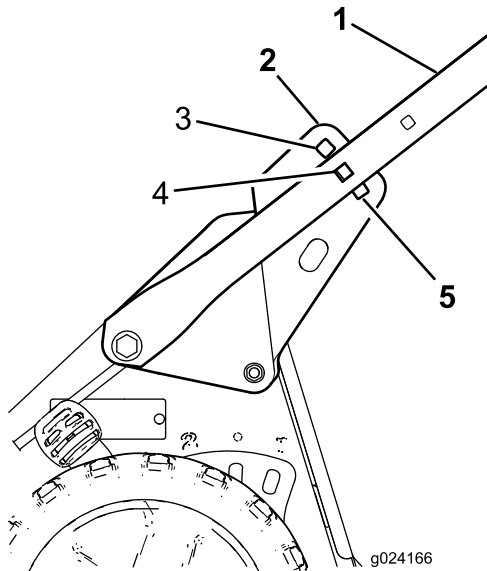

Figura 5
5. Coloque-se na posição de operação para determinar a altura mais confortável da pega (Figura 5).